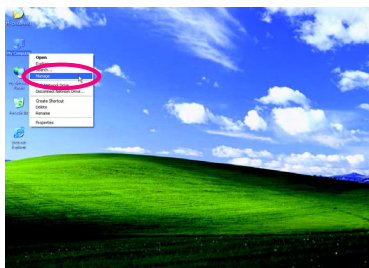
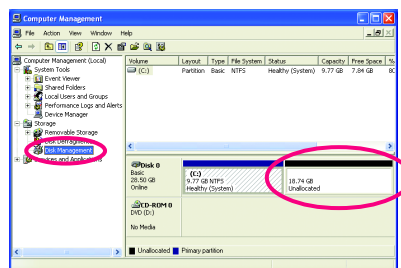

図 4
図 5
4. オペレーティングシステムのインストール後、デスクトップの My Computer アイコンを右クリックし、**Manage** を選択します (図 4)。Computer Management に移動して、ディスクの割り当てをチェックします。Xpress Recovery2 はバックアップファイルを割り当てられていないスペースに保存します (上の黒いストライプ) (図 5)。割り当てられていないスペースが不十分だと、Xpress Recovery2 はバックアップファイルを保存できません。